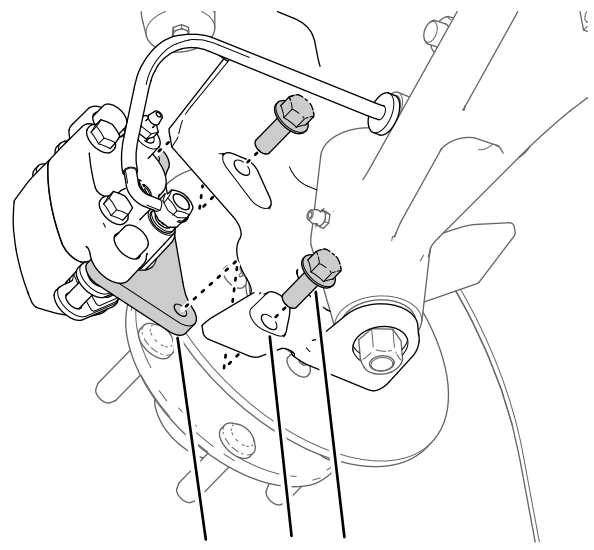

Bild 31
3. Entfernen Sie die Bundkopfschrauben (3/8" x 1"), mit denen die Halterung für die Bremse an der Spindel befestigt ist, und nehmen die Bremse von der Spindel ab (Bild 31).
- Fluchten Sie die Bremsbeläge mit jeder Seite des Drehzylinders (Bild 31) und die Löcher in der Bremsbackenhalterung mit den Löchern im Bremsenhalter des Spindelrahmens aus (Bild 35).
- Befestigen Sie die Bremsbackenhalterung mit den zwei Bundkopfschrauben (3/8" x 1") am Spindelrahmen (Bild 31) und ziehen Sie die Schrauben bis auf 47-54 N·cm an.